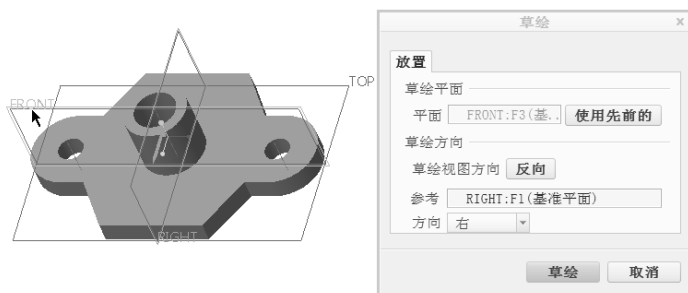

图 6-49 定义草绘平面和草绘方向
4) 选择 FRONT 基准平面作为草绘平面，以 RIGHT 基准平面为“右”方向参考，如图 6-49 所示，接着在“草绘”对话框中单击“草绘”按钮，进入内部草绘模式。